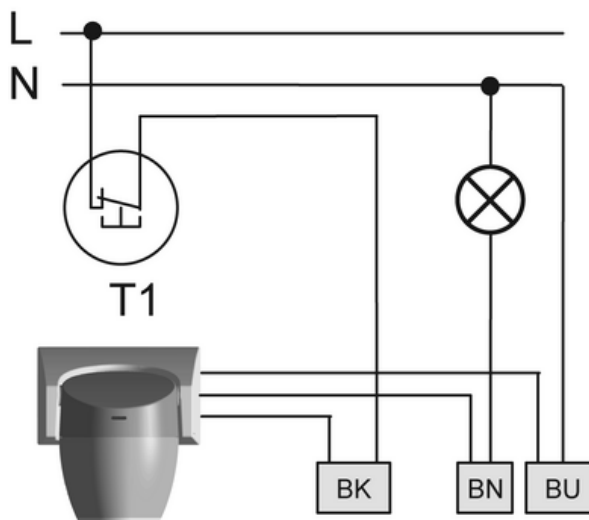

Bild 17: Anschlussplan Bewegungsmelder
- Bewegungsmelder und optionalen Installationstaster T1, Öffner zur Betriebsartenwahl nach Anschlussplan (Bild 17) anschließen.